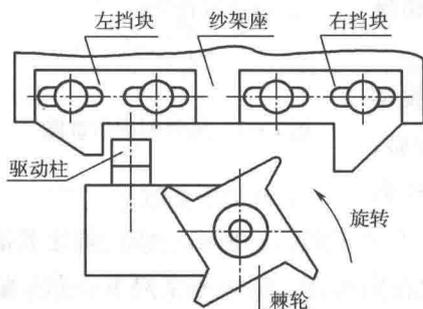

图 1-10 棘轮示意图
**6. 带线与换线的方法** 编织时需要三角座（机头）带动一个纱嘴架，用手旋转驱动器棘轮，使上驱动柱凸出，推动机头向右轻轻撞入矮纱嘴架，就可带动其运行，如果预带动高纱嘴架，必须旋转驱动器棘轮使下驱动柱凸出，便可带动其运行，如图 1-10 所示棘轮示意图。